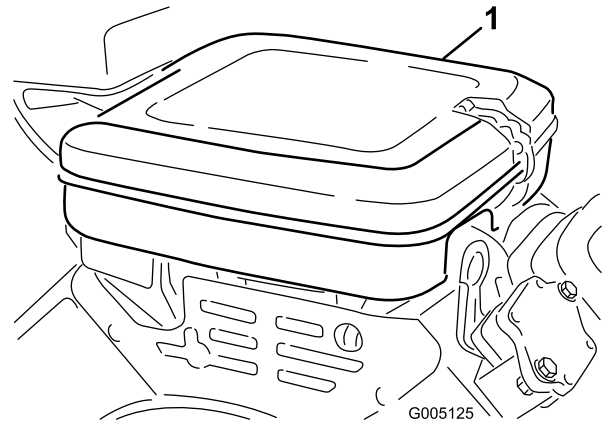

Bild 46
1. Lösen Sie die Verschlussclips und entfernen die Luftfilterabdeckung (Bild 46). Reinigen Sie die Abdeckung gründlich.